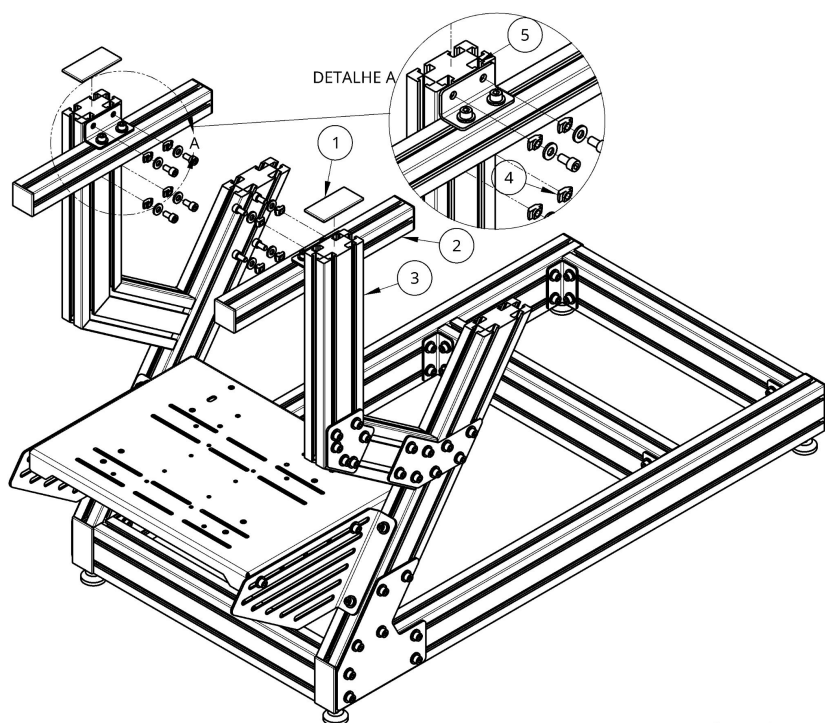

FIGURA 19
Monte as cantoneiras 40X40mm (1) no perfil de alumínio 45X45X600mm, como mostrado na Figura 19.